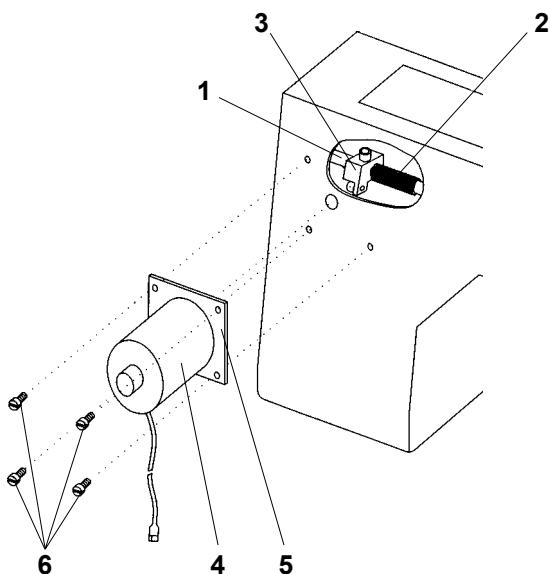

Abb. 9
7. Montage der Ausstattung für den elektromagnetischen Nähfußlüfter (Abb. 9, 10)